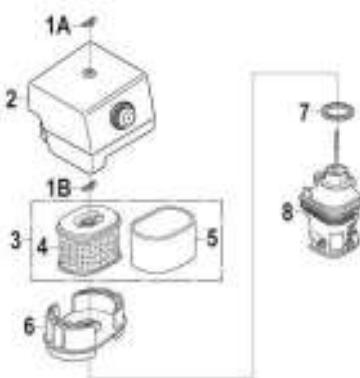

Рис. 38 Обслуживание воздушного фильтра
1. Открутите барашковую гайку 1A и снимите крышку 2 воздушного фильтра (Рис. 38).
2. Открутите баращковую гайку 1В и снимите воздушный фильтр 3 в сборе (Рис. 38).
3. Проверьте целостность и чистоту фильтрующих элементов. Поролоновый (предварительный) фильтрующий элемент 5 установлен на корпусе бумажного фильтрующего элемента 4 (Рис. 38).
5. Произведите очистку основания 8, глушителя шума 6 и крышки 2 воздушного фильтра, не допуская попадания пыли и грязи в воздуховод, ведущий к карбюратору (Рис. 38).
7. Перед установкой воздушного фильтра убедитесь, что уплотнительное кольцо 7 воздушного фильтра находится на месте и не имеет повреждений (Рис. 38).